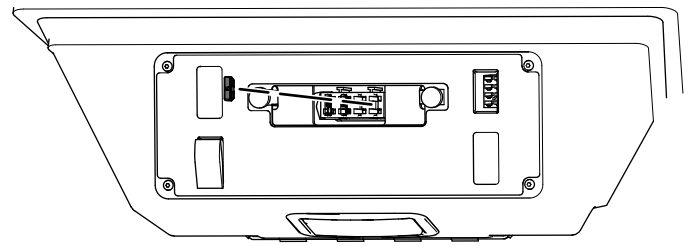

Figura 23
- Instale el fusible en el zócalo del bloque de fusibles como se muestra en la Figura 23.